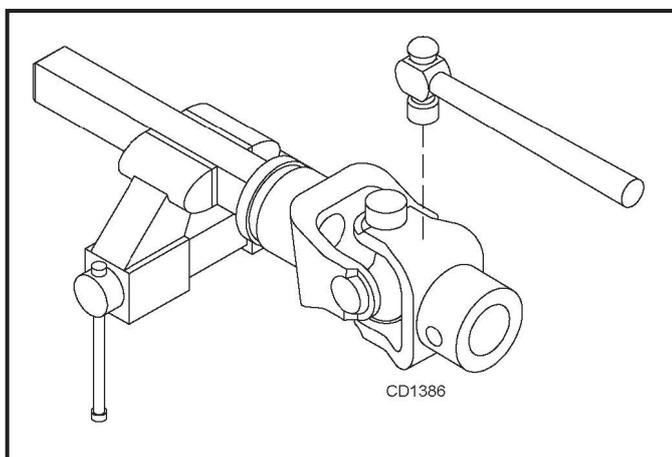

Figura 28. Remoção das tampas
2. Com os anéis removidos, fixe no torno, segure o garfo com a mão e bata no garfo para remover as tampas do garfo. Veja a Figura 28.